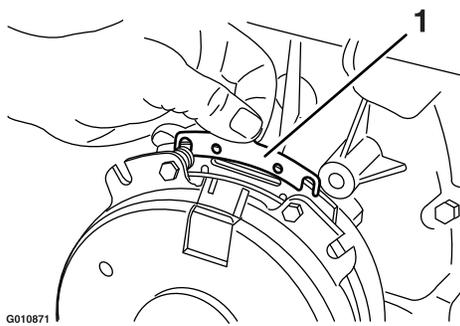

図 69
- B. ラジオペンチを使うか、手でタブを持ち、シムを取り外す(図 69)。
エンジンスクリーンに溜まった草、土、その他の破片を取り除くこと。これにより、十分な冷却効果と適正なエンジン回転数が確保でき、エンジンのオーバーヒートや損傷の発生を抑えることができます(図 69)。